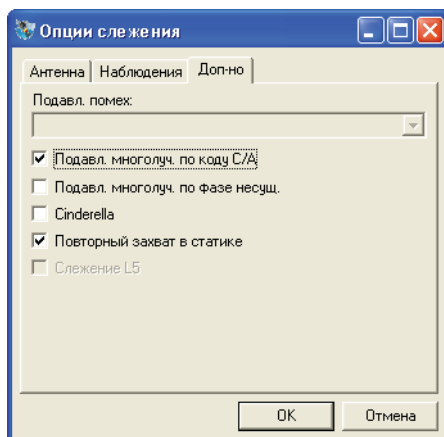

Рис. 3-21. Настройка дополнительных параметров
- Выберите вкладку *Доп-но*. Установите нижеописанные параметры, затем нажмите **ОК** (Рис. 3-21 на стр. 3-24).